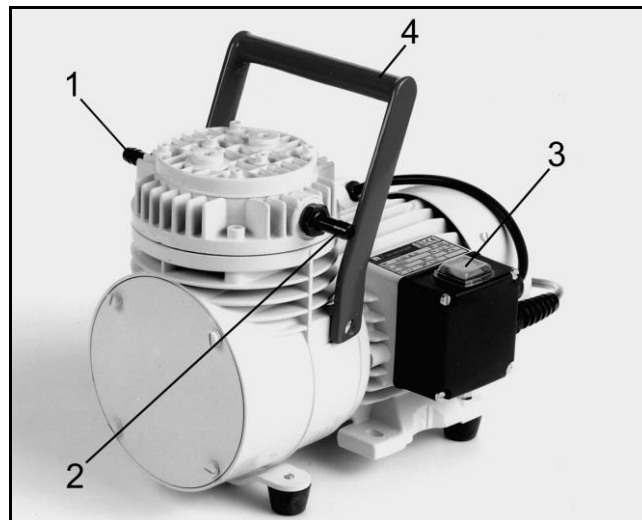

Fig. 2: Membranpumpe N 035 AN.18
- Pumpe mit Netzschalter einschalten (siehe Fig. 2, 3 oder 4, Position 3).
- Pumpe mit Netzschalter ausschalten (siehe Fig. 2, 3 oder 4, Position 3).